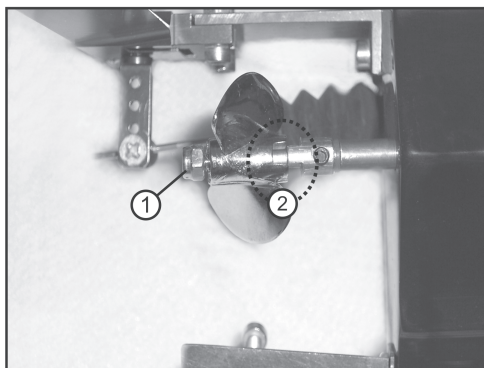

Figure 7
- Retirez le contre-écrou (figure 7, n° 1) à l'aide d'un outil approprié (non fourni). Pour retirer les écrous, vous devez les tourner vers la gauche, dans le sens antihoraire.
- Montez la nouvelle hélice de propulsion sur l'arbre en veillant à ce que les rainures de l'hélice de propulsion s'insèrent dans les rainures de l'arbre d'entraînement (figure 7, n° 2).